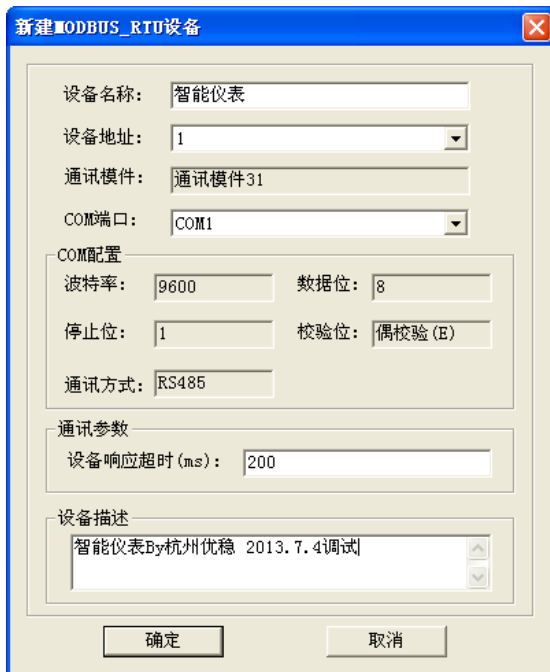

图 4-28 Modbus 设备新建
- 添加 Modbus 通讯模件后，切换到“设计配置页”，在空白处右键，在弹出的选择项中选择“新建 ModbusRTU 设备”，或者点击工具栏中的图标“”，然后选择“新建 MODBUS 设备”，此时，弹出新建 MODBUS_RTU 设备窗口，如图 4-28 所示。